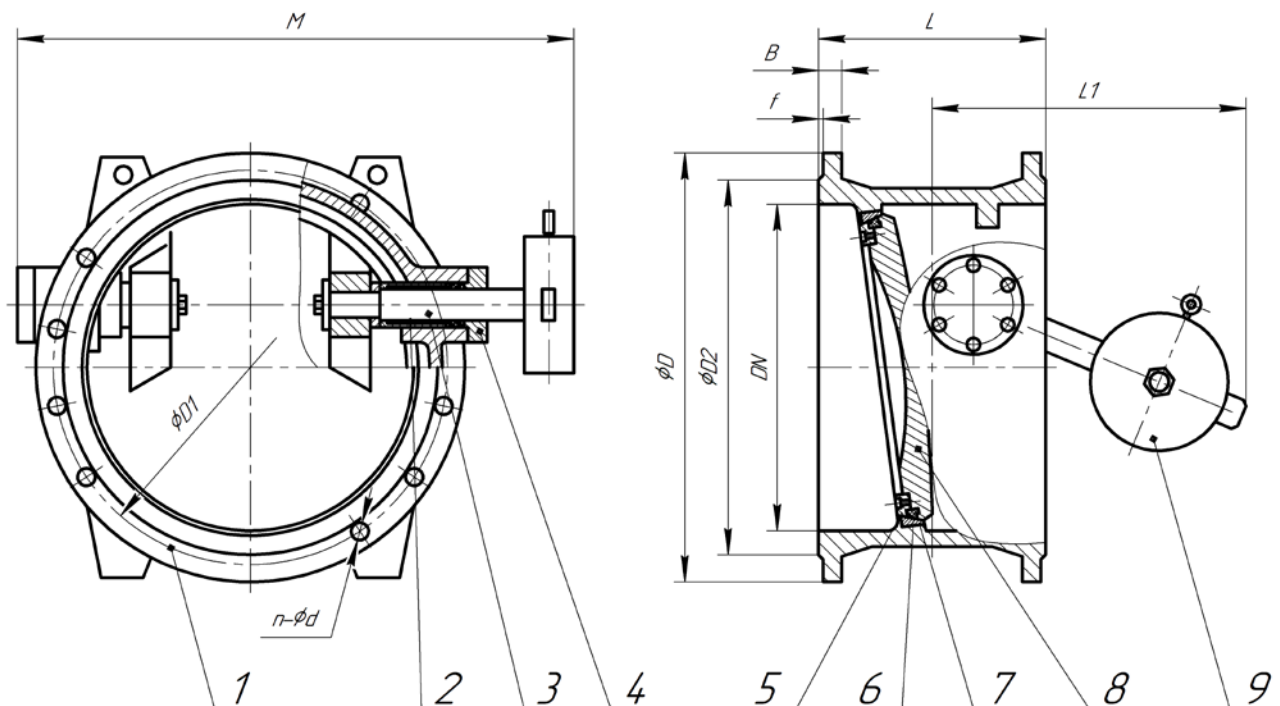

Рисунок 1. Конструкция клапана с рычагом и противовесом
1.2.9. Основные размеры и массогабаритные характеристики приведены на рис.1,2 и в табл.2. Допустимое отклонение от указанной массы – 5%.
1.3.1. Основные элементы конструкции клапана приведены в табл. 1 и на рис. 1, 2.
закрытия клапана при остановке насоса, а также демпфирования диска клапана при прямом потоке рабочей среды (рис.1).